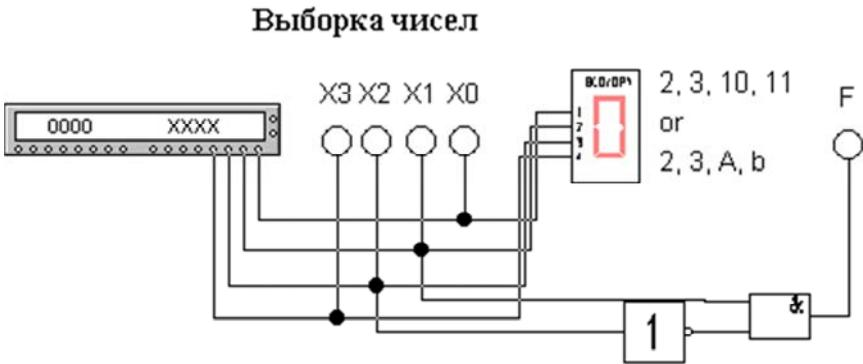

Рис. 12.14. Выборка чисел (файл **kls_numb.ewb**)
9. Рассчитать свой вариант РГР 9 [3]. Проверить решенные задачи в EWB (файл **kls_numb.ewb**, рис. 12.14).